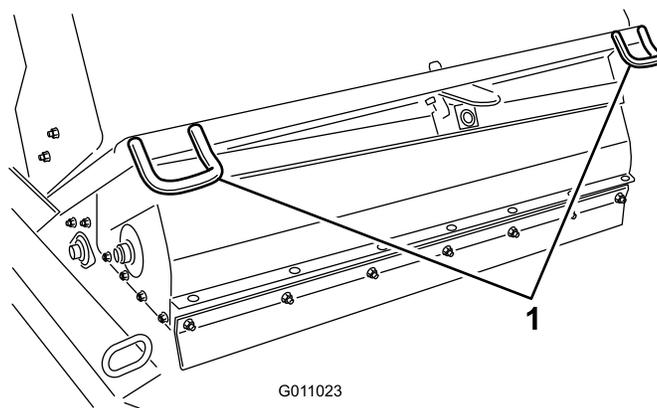
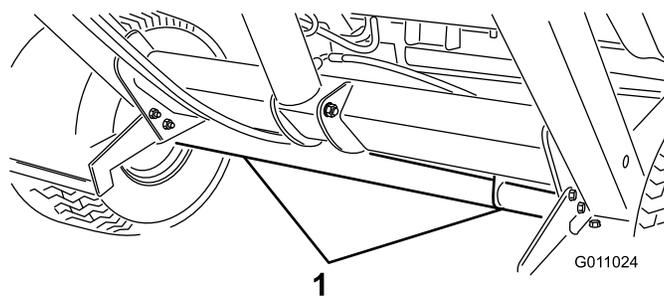

Figura 29
Figura 30
- Quando transportar a vassoura, utilize braçadeiras para prender a parte da frente da máquina (Figura 29) e o eixo (Figura 30) para prender a parte de trás da máquina ao atrelado.